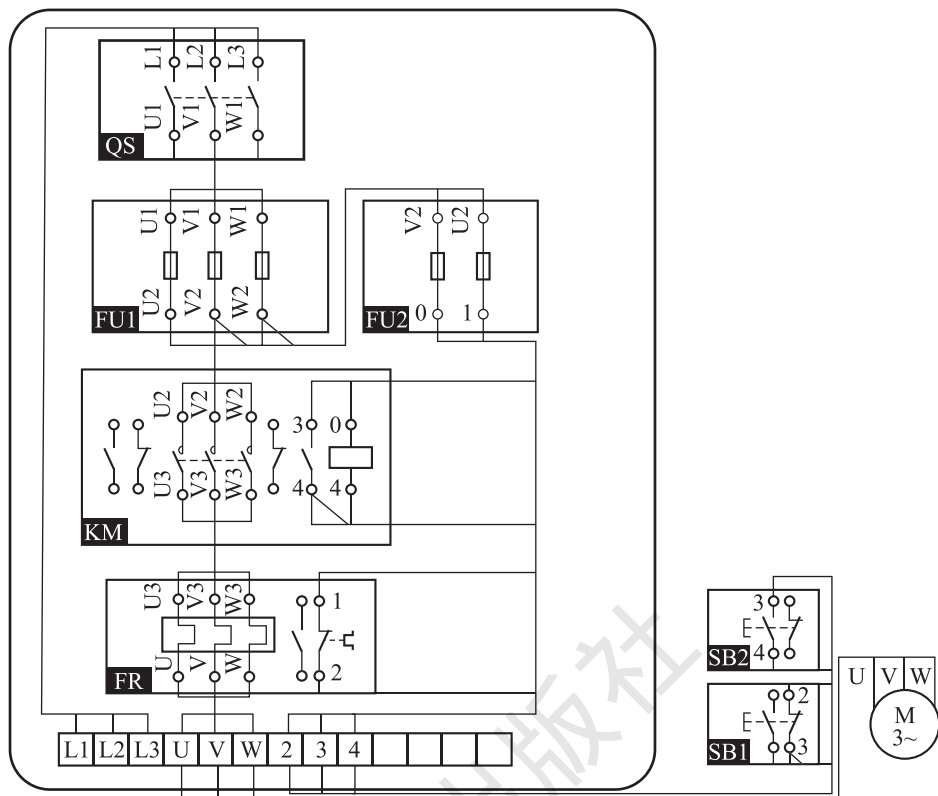

图 1-17 电动机自锁控制电路接线图
- 3. 按如图 1-17 所示的电动机自锁电路的接线图进行板前明线布线和套编码套管。布线做到整齐、横平竖直、分布均匀，走线合理；套编码套管正确，严禁损伤线芯和导线绝缘；接点牢靠，不得松动，不得压绝缘层，不反圈，不露线芯太长等。